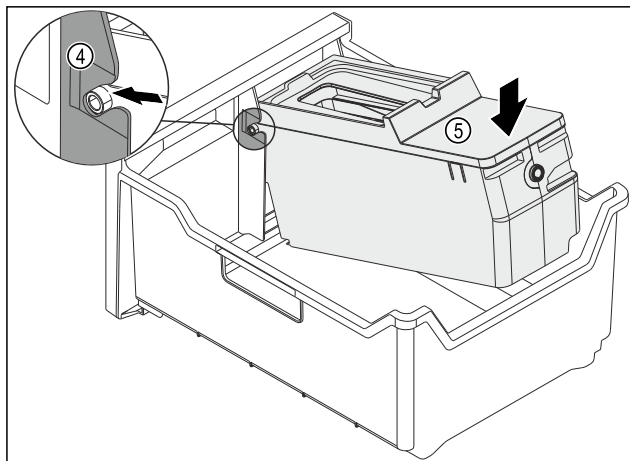

Fig. 125
- Встановіть корпус EasyTwist-Ice: Вставте осі корпусу EasyTwist-Ice в напрямні Fig. 125 (4).
- Натисніть на корпус EasyTwist-Ice Fig. 125 (5) ззаду вниз.